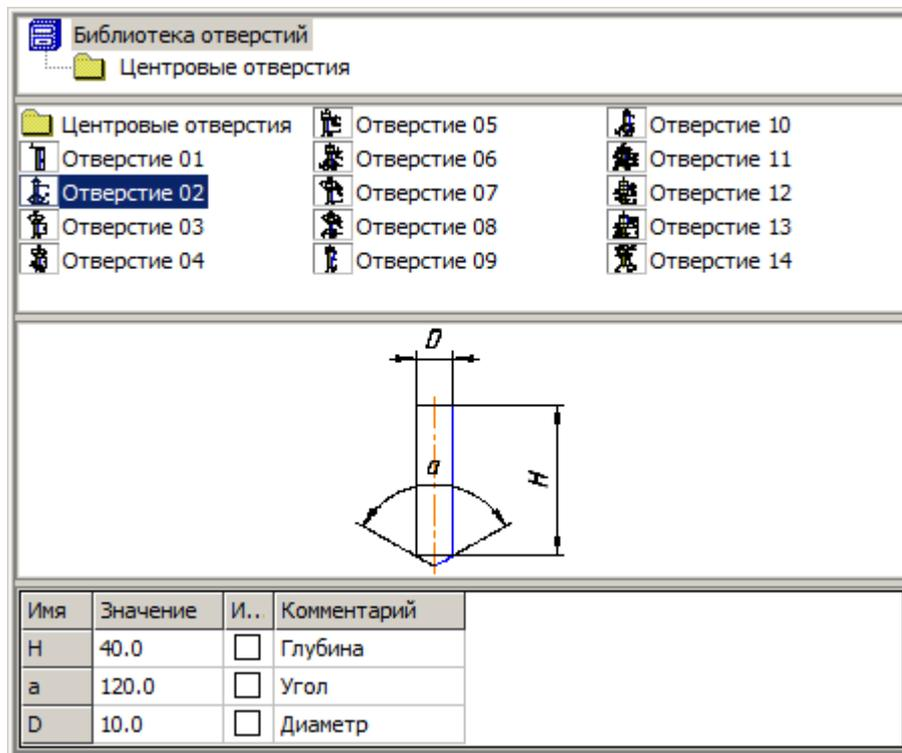

Рис. 11. Выбор типа создаваемого отверстия
3. В системе КОМПАС имеется библиотека стандартных отверстий. Построим отверстия с её помощью. Выделите грань, на которой должно располагаться отверстие, и щёлкните по кнопке  (*Отверстие*), расположенное на панели инструментов *Редактирование детали*. Появится диалоговое окно *Библиотека отверстий* (рис. 11).